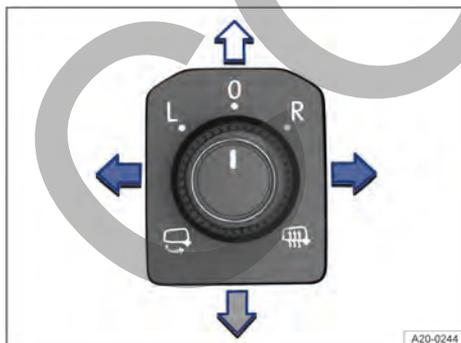

Fig. 77 En la puerta del conductor: mando giratorio de los retrovisores exteriores.
- Gire el mando situado en la puerta del conductor hasta el símbolo deseado → fig. 77.